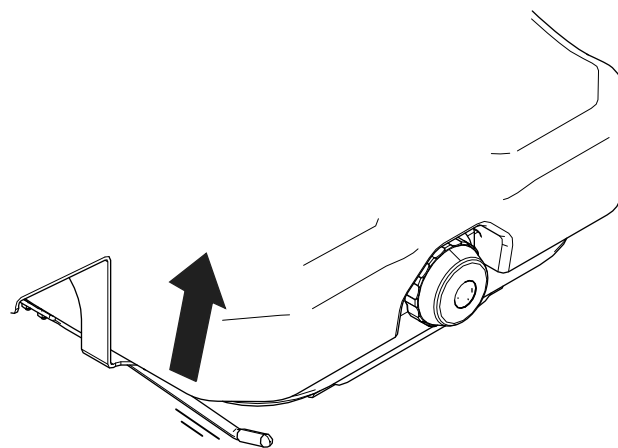

Figura 6
- **Modelo n.º 31980 e 31982:** Levante a alavanca de bloqueio para libertar o banco (Figura 6), mova o banco para uma posição confortável e liberte a alavanca de bloqueio para fixar a posição do banco.